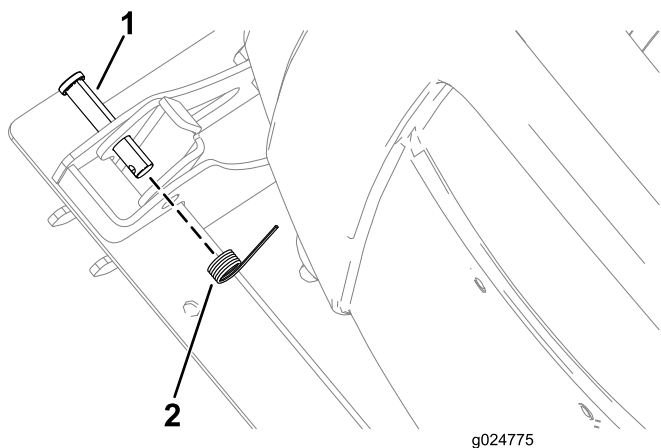

Figura 59
7. Instale a mola no passador de forquilha (Figura 59).